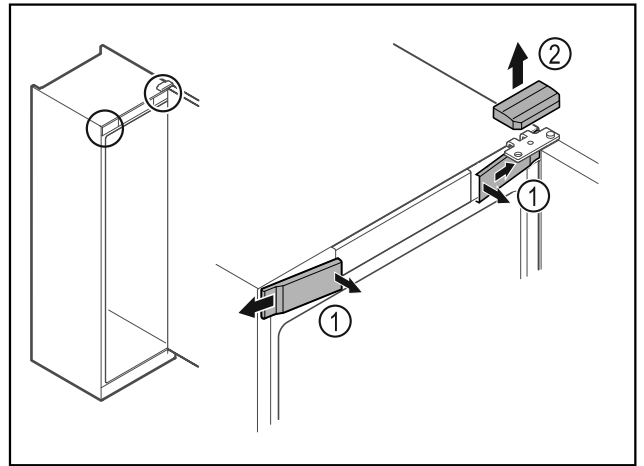

Fig. 8
- ▶ Atbrīvojiet priekšējos pārsegus Fig. 8 (1) iekšpusē un noņemiet uz sāniem.
- ▶ Noņemiet augšējo pārsegu Fig. 8 (2) uz augšu.